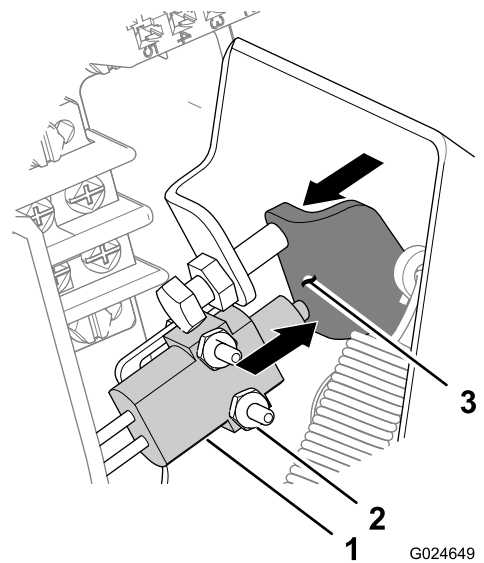
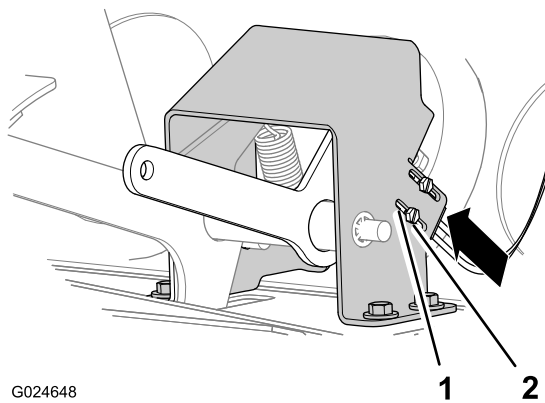

Figura 47
Figura 46
4. Sollevate il pedale dell'acceleratore fino a far toccare la flangia del braccio del pedale dell'acceleratore sul fermo, quindi spostate il contattore del ruttore all'indietro e verso l'alto nei fori fino a che il pulsante del contattore è completamente abbassato (Figura 46 e Figura 47).